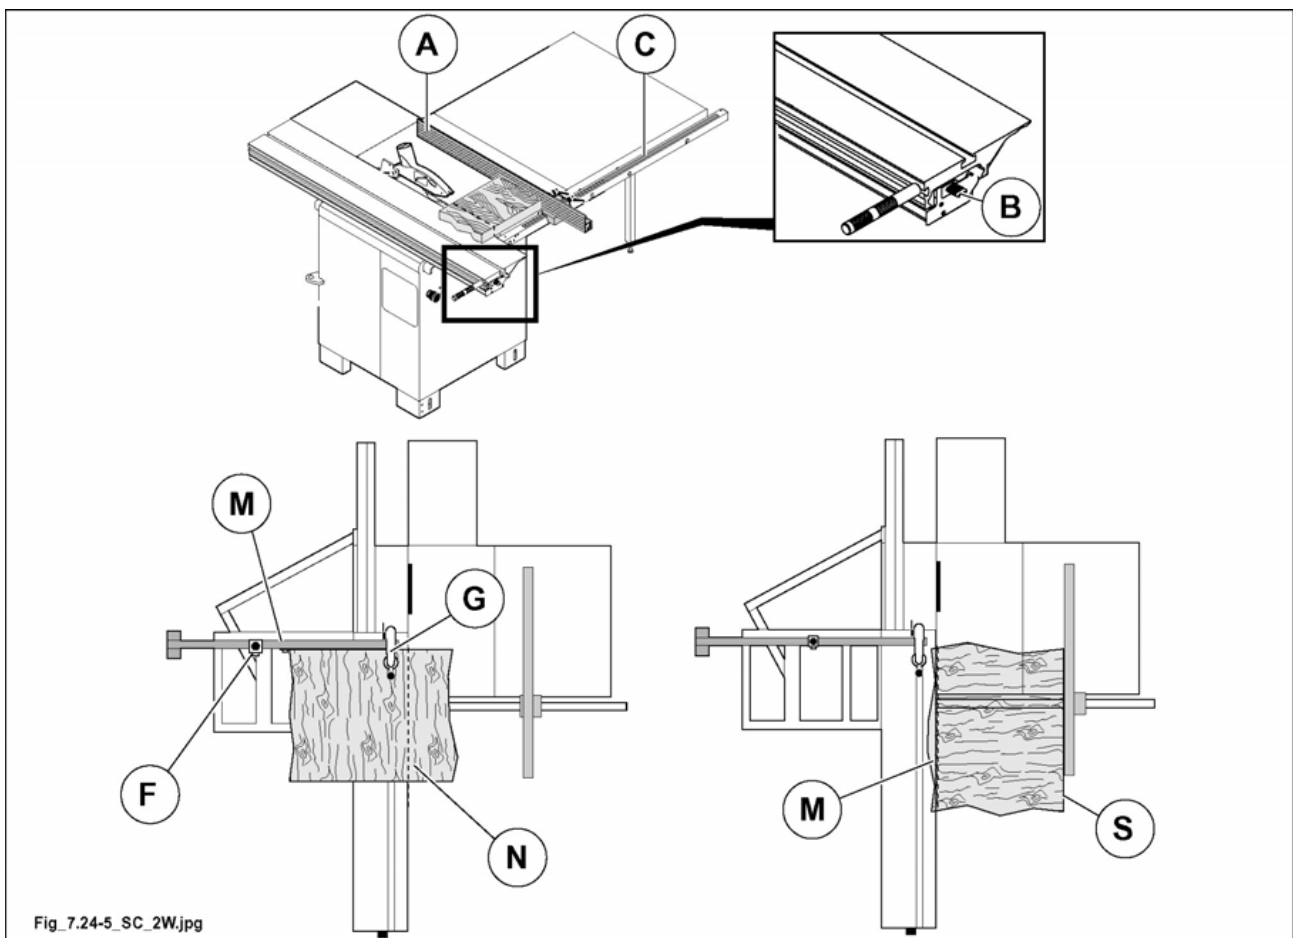

Fig. 7.24-5
Vid parallellskärningar ska man använda skenan (A fig. 7.24-5). För placering och justering ska man följa anvisningarna i Par. 7.14 eller Par. 7.15.
Placera vagnen som i (fig. 7.24-5) och blockera den med hjälp av handvredet (B fig. 7.24-5).
Vid placering av stycket mot skenan (A fig. 7.24-5) ska operatören ta millimeterskalan (C fig. 7.24-5) till hjälp.
- Utför renskärningen (S fig. 7.24-5) enligt tidigare beskrivning (första skärning).
- Ställ den bearbetade sidan (S fig. 7.24-5) mot parallellanslaget i aluminium som är inställt på önskat skärmått; parallellsåga (M fig. 7.24-5).
- Vrid träskivan 90° och placera den renskurna sidan (M fig. 7.24-5) mot anslaget som i fig. 7.24-5.
- Fixera panelen med nedhållarfoten (G fig. 7.24-5) och utför en tredje skärning (N fig. 7.24-5).
- Vrid träskivan 180° så att sidan (N fig. 7.24-5) vilar mot styrklacken (F fig. 7.24-5) vid önskat skärmått.
- Fixera med nedhållarfoten (G fig. 7.24-5) och utför en sista skärning.